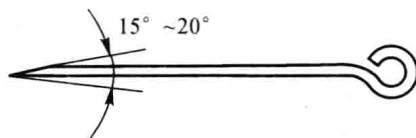

图 1.5 划针
1) 磨尖划针,其角度为 $15^{\circ} \sim 20^{\circ}$,如图 1.5 所示。